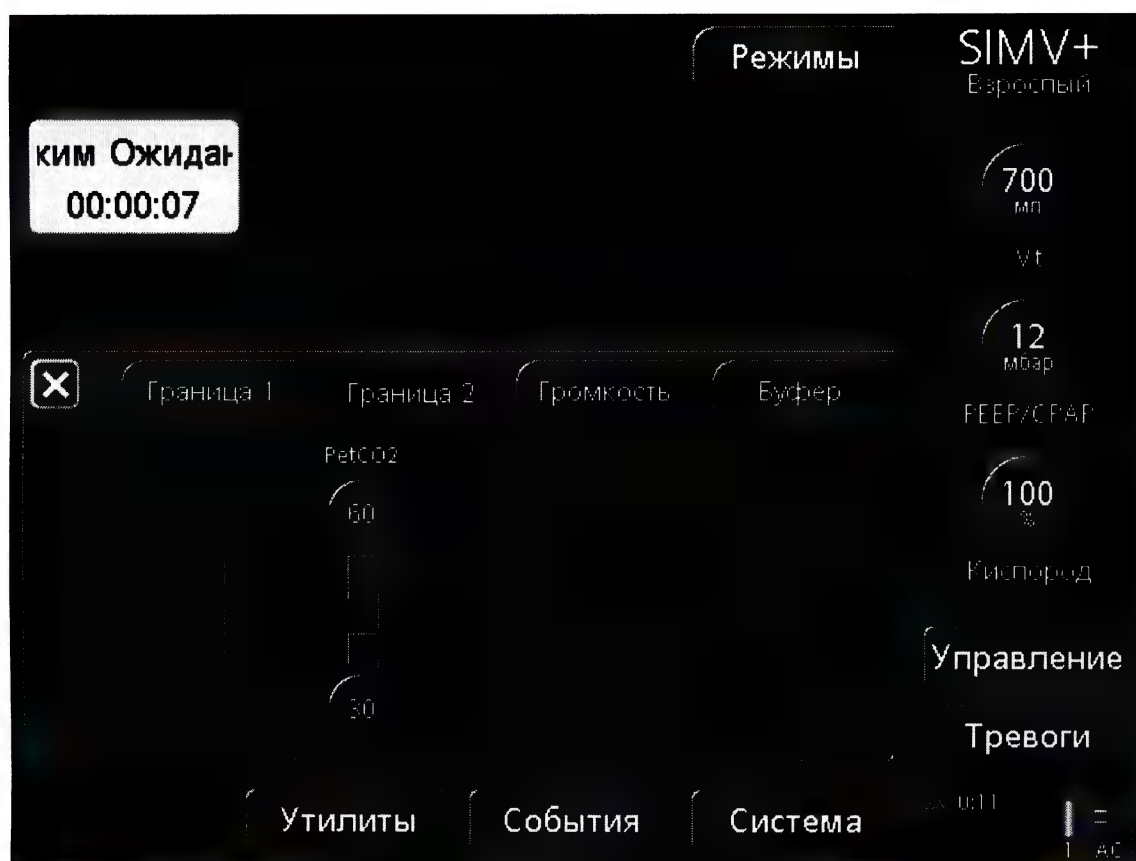

Рисунок 4-9. Окно «Граница 2»
2. Выберите параметр и измените его значение. Повторите эту процедуру для каждого параметра. Откройте окно **«Граница 2»** (рис. 4-9) и при необходимости повторите процедуру.